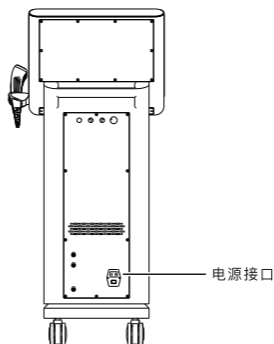

图4-2
② 安装电源接口
- 先将电源线连接仪器背面下方的电源接口处（如图4-2），再接通电源。